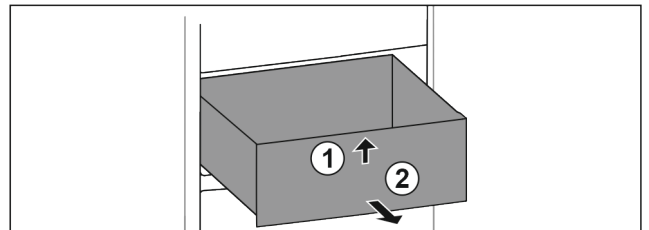

Fig. 97
- Sollevare il cassetto dal davanti. Fig. 97 (1)
- Rimuovere il cassetto tirandolo in avanti. Fig. 97 (2)